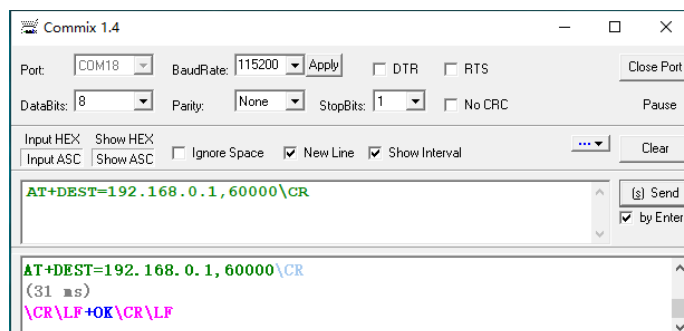

图 10-7 目标网络 IP、端口设置界面
5) 设置目标网络 IP、端口, 如图 10-7 所示, 目标 IP 设置为 192.168.0.1, 端口设置为 60000;
6) 如图 10-7 所示, 所有参数设置完成后, 退出 AT 指令模式, 程序自动返回透传模式。